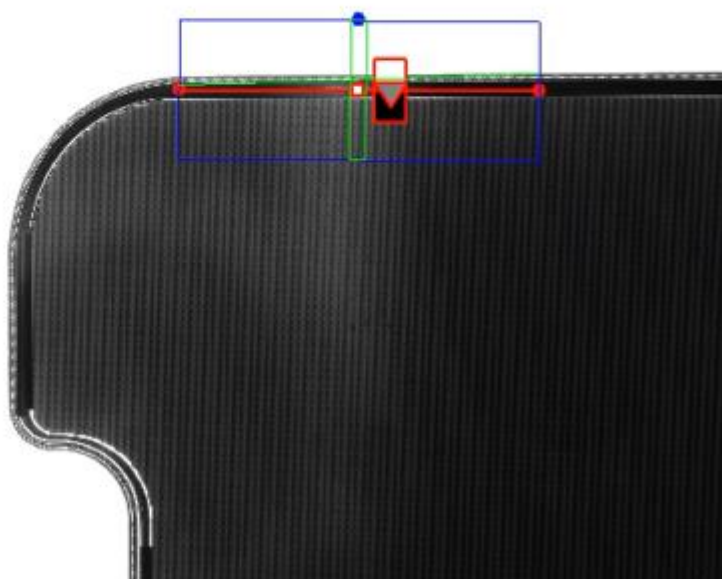

图 2-16
- e. **单直线**：操作方式与“直线交点”类似；如下图 2-16 所示：